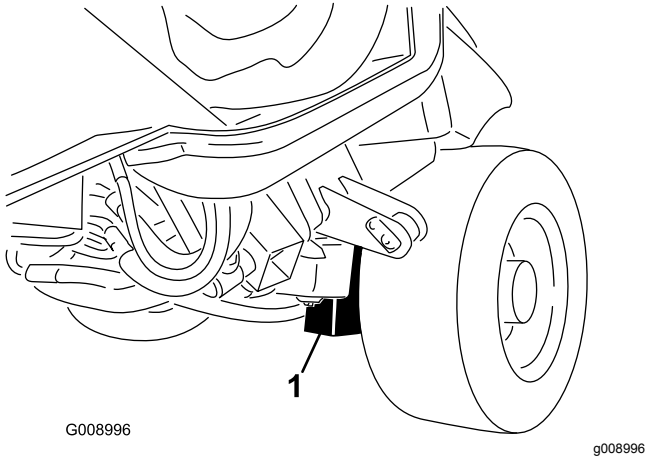

Figure 64
**Avant de la machine** – sur le cadre, à l'intérieur de chaque roue motrice (Figure 64).